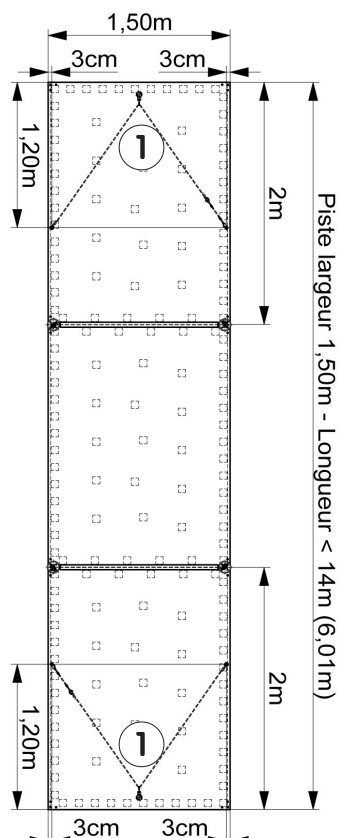

**Figure 7**
- Tracer la position des 2 plaques d'extrémité (1), ainsi que celle des fixations suivant Fig. 6 et 6bis ou Fig. 7 et 7bis..
- Aspirer soigneusement les trous avant de mettre en place les chevilles à frapper (19) fournies : enfiler la douille puis en taper le fond pour la fixer au sol, avec un outil adapté (suivant les étapes illustrées ci-contre).